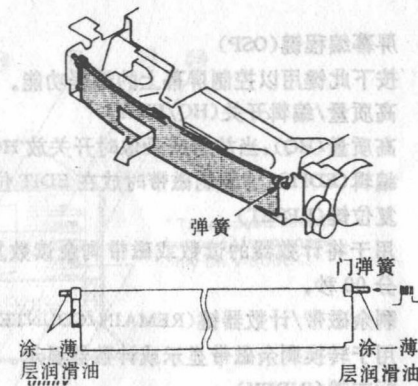
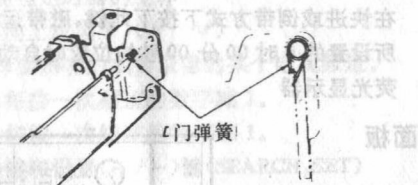

图 1-3-2 门的更换(1)
图 1-3-3 门的更换(2)
- ① 如图 1-3-2 所示,将门向右移动并稍稍弯曲取下门。
- ② 在新门的两个轴上涂一薄层润滑油,然后将弹簧插入到右边的轴上。
- ③ 将门弹簧的头插入到导板托架上的挂钩孔内,并将门的右边的轴插入到导板托架上,见图 1-3-3。